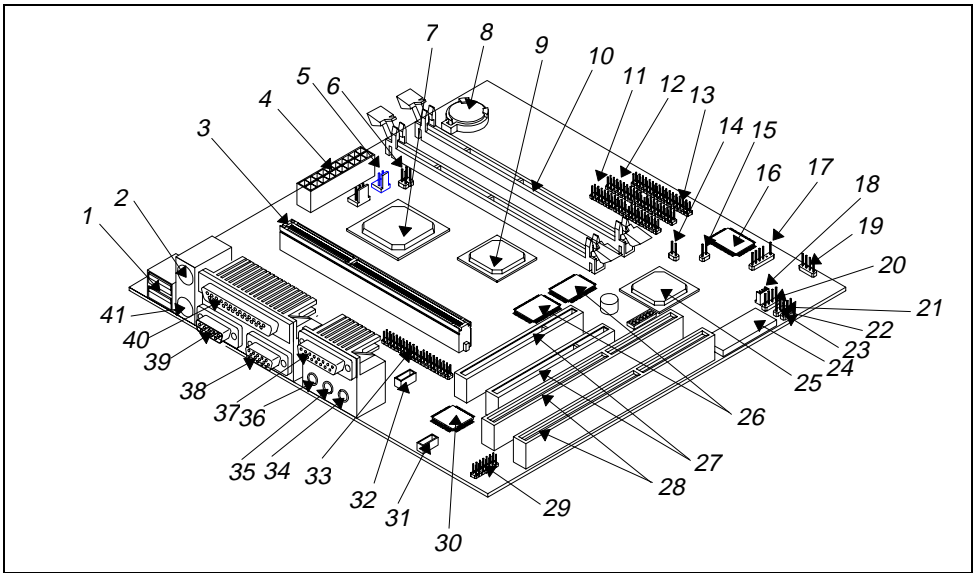

Figure 1 System Board Layout - Some components may not be present on the system board
- ▶ Ändern Sie die Schalter "Bypass Paßwort" (siehe Bild 1,2 oder 3, 4 und dazugehörige Tabelle).
Figure 1 shows the locations of the major components on the system board.